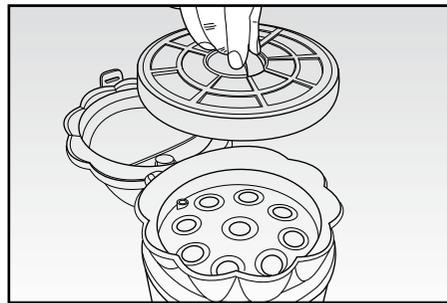

Fig. 9
- нажмите на кнопку и откройте крышку контейнера (А) (рис 8).; затем выньте фильтр (рис. 9);